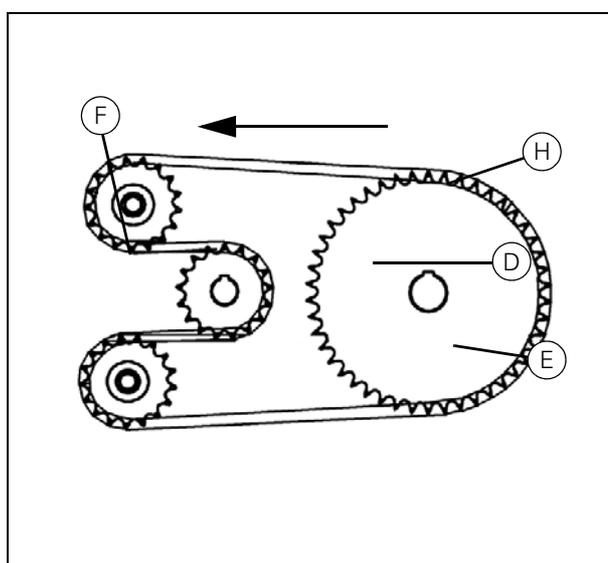

Рисунок 14
- Установите кронштейн в сборе с валом и подшипниками на боковую панель машины. Запорные кольца (A) и (B) должны быть ослаблены.
- Отрегулируйте положение вала до расстояния (C) = $87 \pm 2/0$ мм и затяните запорные кольца на обоих подшипниках.
- Установите звездочку (D) на вал вровень с промежуточной звездочкой (E) и зафиксируйте ее.
- Установите звездочку (F) на кривошип соломотряса вровень с промежуточной звездочкой (E).
- При необходимости отрегулируйте положение звездочки вровень с промежуточной звездочкой при помощи прокладок на натяжной звездочке (H).
- Установите цепь, как показано на (Рис. 14).